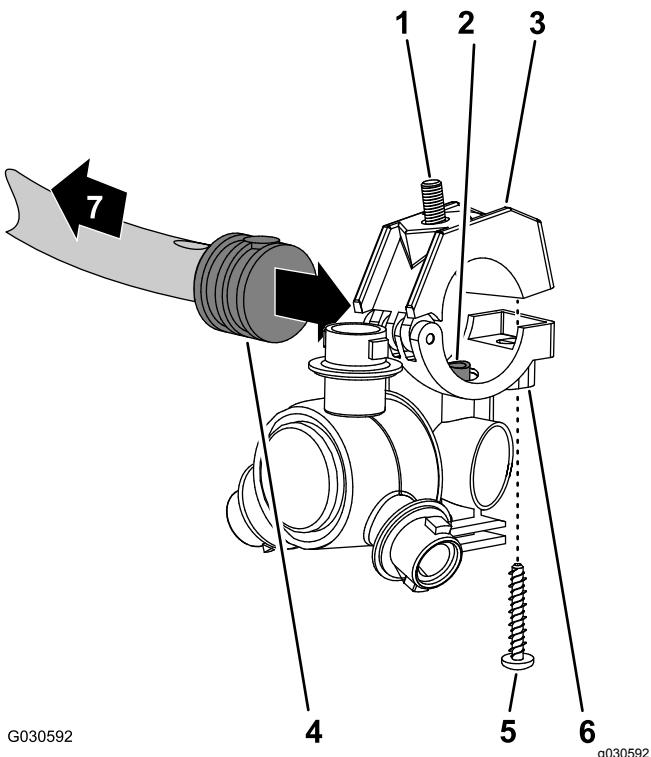
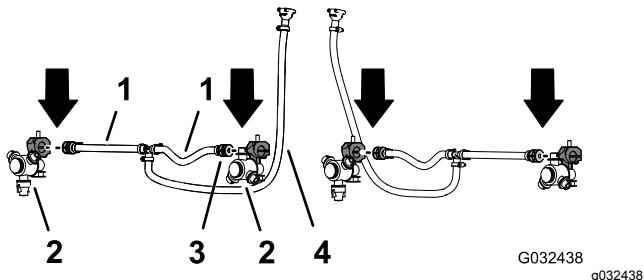

Рисунок 55
Рисунок 56
2. Выполняя действия с двумя распылительными соплами из доводочного комплекта системы опрыскивания GeoLink, выверните винт из нержавеющей стали, который крепит верхнюю половину зажима к опоре (Рисунок 55).
3. Найдите отверстие в боковой части хвостовика одностороннего шлангового штуцера типа «елочка», установленного в конце шланга длиной 25 см, входящего в состав шлангового узла (клапан опрыскивателя 5 или 6), для средней секции опрыскивателя (Рисунок 55 и Рисунок 56).
4. Совместите трубу для перекачивания в опоре распылительного сопла (Рисунок 55) с отверстием в боковой части хвостовика одностороннего шлангового штуцера типа «елочка» (1/2 дюйма).
5. Установите верхнюю половину зажима поверх хвостовика штуцера типа «елочка» и закрепите половину зажима и корпус распылительного сопла (Рисунок 55) с помощью винта из нержавеющей стали (12 x 1-1/4 дюйма); затяните винт из нержавеющей стали с моментом от 14 до 18 Н·м.
6. Используя распылительное сопло, болт с шестигранной головкой и винт из нержавеющей стали, снятые при выполнении пунктов 1 и 2 раздела **Демонтаж распылительных сопел (страница 26)**, повторите действия, описанные в пунктах с 3 по 5, для хвостовика одностороннего шлангового штуцера типа «елочка» (Рисунок 55 и Рисунок 56), находящегося в конце другого шланга длиной 25 см (10 дюймов).
опрыскивателя 5 или 6) в средней секции стрелы (Рисунок 55 и Рисунок 56).